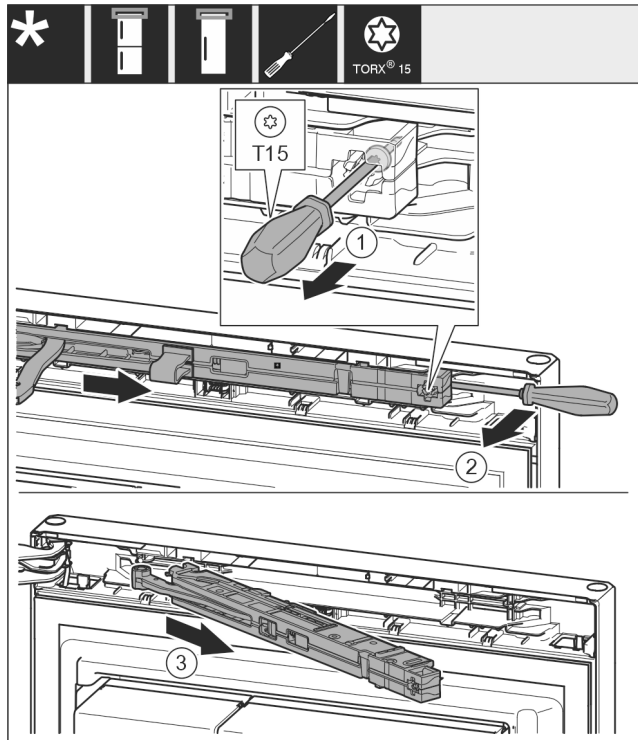

Fig. 12
- За допомогою викрутки T15 ослабте гвинт на демферному вузлі приблизно на 14 мм. Fig. 12 (1)
- Переміщаючи викрутку з боку ручки за демферний вузол, поверніть вузол уперед. Fig. 12 (2)
- Витягніть демферний вузол. Fig. 12 (3)